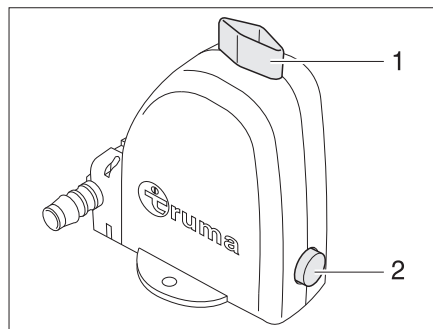

Fig. 197 Valve de sécurité et de vidange du chauffe-eau
Le chauffe-eau est équipé d'une valve de sécurité et de vidange (Fig. 197). La valve de sécurité et de vidange empêche que l'eau ne gèle dans le chauffe-eau lorsque le chauffage n'est pas allumé en cas de gel.
- Fermer la valve de sécurité et de vidange. Tourner pour cela le bouton rotatif (Fig. 197,1) dans le sens transversal par rapport à la valve de sécurité et de vidange et enfoncer le bouton-poussoir (Fig. 197,2).
- Placer l'interrupteur tournant (Fig. 197,2) de l'unité de commande (Fig. 197) sur "O".
- Ouvrir la valve de sécurité et de vidange. Tourner le bouton rotatif (Fig. 197,1) dans le sens longitudinal par rapport à la valve de sécurité et de vidange. Le bouton-poussoir (Fig. 197,2) ressort. Le chauffe-eau est vidé à l'extérieur par le biais de la valve de sécurité et de vidange.